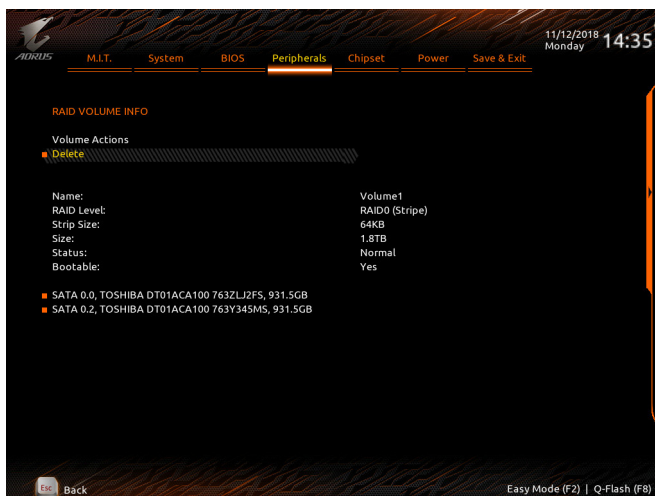

図 11
完了すると、**Intel(R) Rapid Storage Technology** 画面に戻ります。**RAID Volumes** に新しいRAID ボリュームが表示されます。詳細情報を見るには、ボリューム上で <Enter> を押して RAID レベルの情報、ストライプブロックサイズ、アレイ名、アレイ容量などを確認します (図 11)。